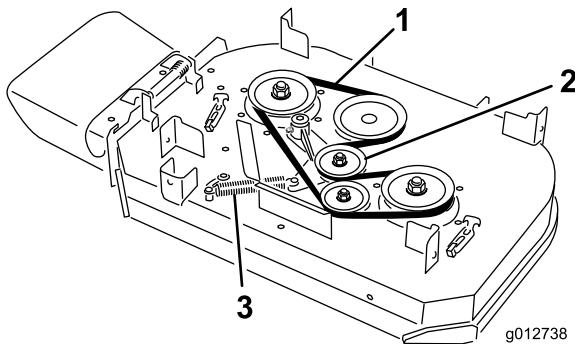

図 63
4. アイドラ・プーリのアームについているアンカー・ポストからスプリングを取り外す（図 63）。
5. ベルトを取り外す（図 63）。
6. デッキ・プーリとアイドラ・プーリに新しいベルトを掛け回す（図 63）。
7. アイドラ・プーリのアームについているアンカー・ポストにスプリングを取り付ける（図 63）。
4. アイドラー・プーリのアームについているアンカー・ポストからスプリングを取り外す(図 63)。
5. ベルトを取り外す(図 63)。
6. デッキ・プーリとアイドラー・プーリに新しいベルトを掛け回す(図 63)。
7. アイドラー・プーリのアームについているアンカー・ポストにスプリングを取り付ける(図 63)。
5. アイドラー・プーリのアームについているアンカー・ポストからスプリングを取り外す(図 63)。
6. ベルトを取り外す(図 63)。
7. デッキ・プーリ、クラッチ・プーリ、およびアイドラー・プーリに新しいベルトを掛け回す(図 63)。
8. アンカー・ポストにスプリングを取り付ける(図 63)。